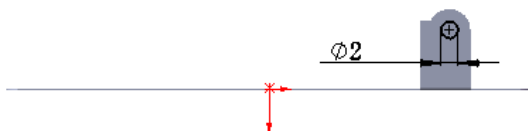

图 15.4.22 横断面草图
② 定义横断面草图。在草图环境中绘制图 15.4.22 所示的横断面草图。
(3) 定义切除深度属性。在“切除—拉伸”对话框 **方向1** 区域的下拉列表中选择 **完全贯穿** 选项，选中 ☒ **正交切除(N)** 复选框。其他选择默认设置值。
(4) 单击 按钮，完成切除—拉伸 2 的创作。